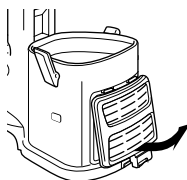

Fig. 22
- 3 Au besoin, tenez la coupelle à poussière à l'envers au-dessus de la poubelle et enfoncez le bouton supérieur de dégagement du panneau. (Fig. 22) Tapez doucement la coupelle pour la vider. Utilisez une serviette en papier ou un linge sec pour déloger les débris collés au filtre-tamis dans la coupelle à poussière. Fermez le panneau en appuyant sur celui-ci jusqu'à ce qu'il s'enclenche.
- 1 Pour enlever le couvercle des filtres situé à l'avant de l'aspirateur, tirez l'onglet du couvercle vers le haut, puis tirez sur celui-ci pour le dégager de l'appareil. **(Fig. 22)**